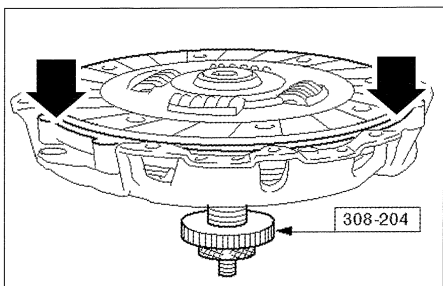

FIG. 2
- Poner el disco en el volante con un eje guía de centrado apropiado o centrar el disco en el mecanismo con el útil Ford 308-204 (fig. 2).